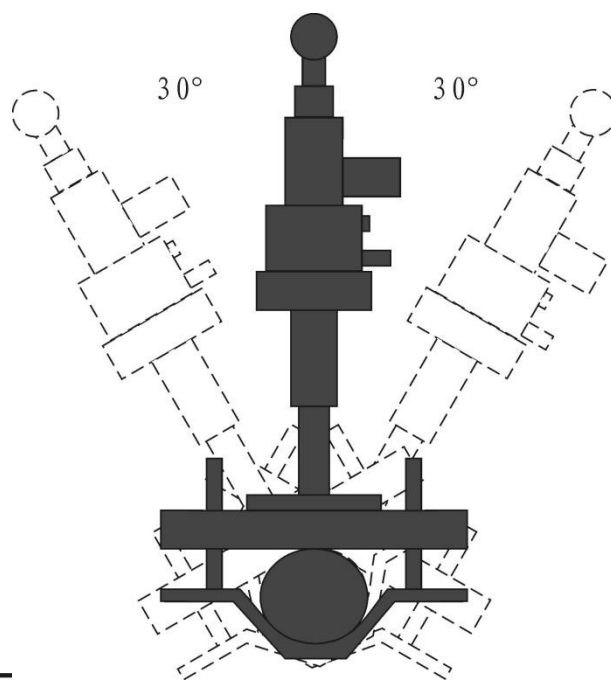

图 2
4. 一般刺扎电缆应选择三个不同的位置刺扎，各点最好相距 30 度角；使用双枪刺扎时，两把枪固定位置应偏转 30 度---40 度角(图 2)；